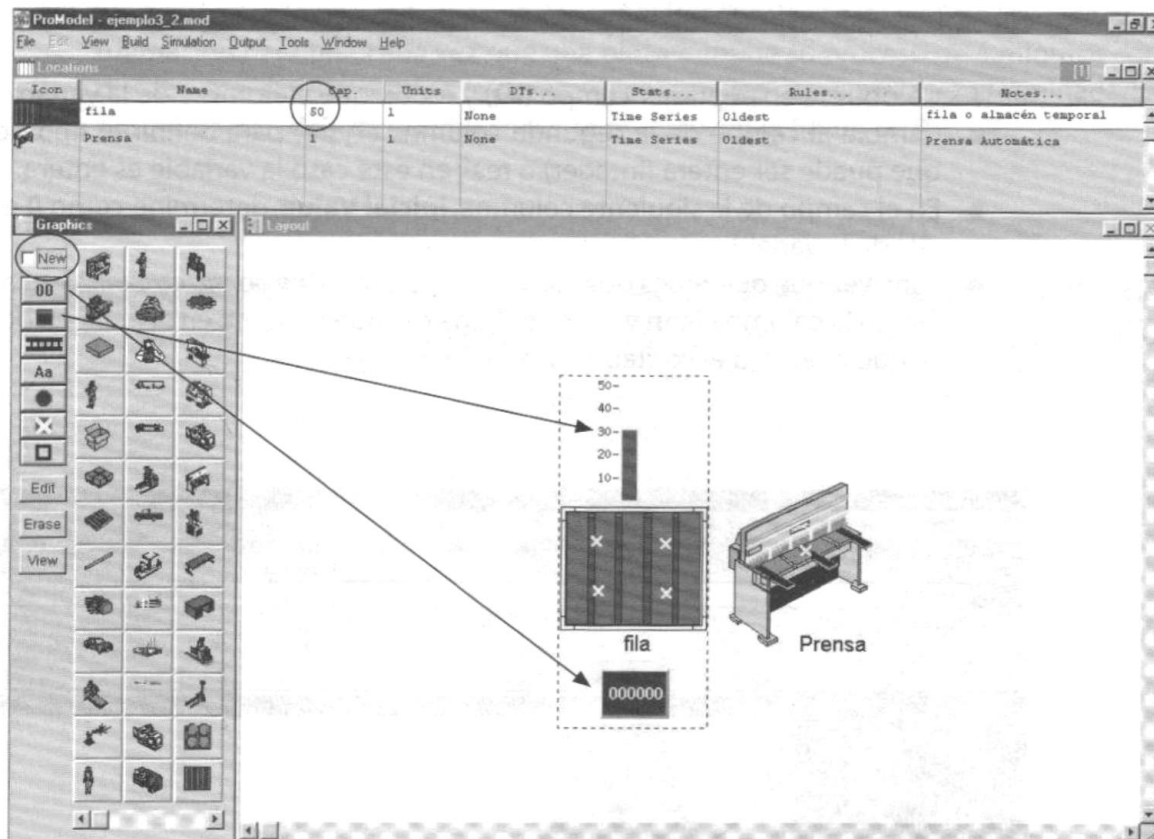

Figura 5.16 Determinación de la cantidad de piezas en una localización
- Seleccione los iconos correspondientes en la ventana **Graphics**, como se muestra en la figura 5.16.
- Agregue una barra que ilustre la capacidad utilizada del total (es por eso que cambiamos la capacidad de la localización a 50; si la hubiéramos mantenido en infinito no aparecería registro alguno en la barra). Para ello emplearemos el icono predeterminado, la barra de color azul que se encuentra debajo del icono **00** en la ventana **Graphics**. Si al momento de colocar la barra de capacidad no ve la escala, abra el menú **View** y haga clic en el comando **Refresh Layout** para actualizar la vista del modelo. Al hacerlo su pantalla deberá lucir como se ilustra en la figura 5.16.